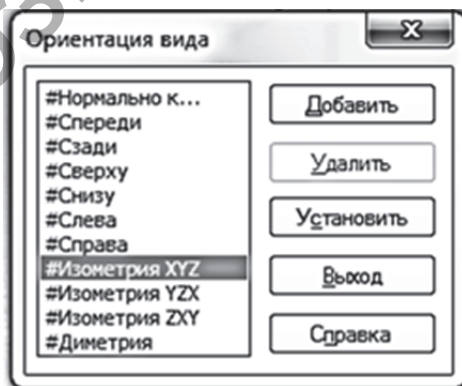

Рисунок 5.2
2. На панели «Вид» раскройте список «Ориентация» и укажите вариант «Изометрия XYZ» (рис. 5.2).